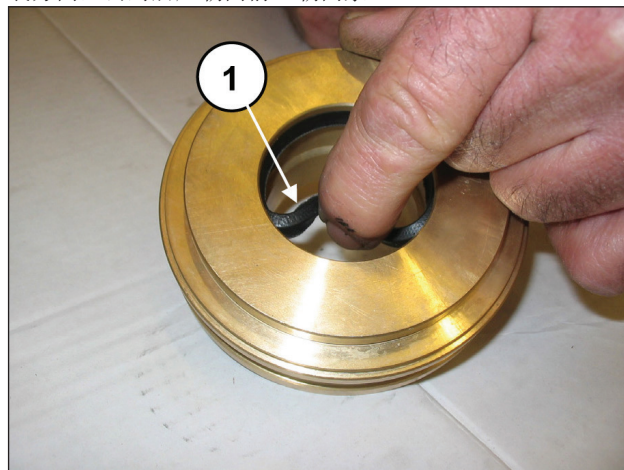

图134
将低压密封圈插入密封圈底座（部件号④，图134），注意安装方向，密封唇应朝向前（朝向泵）。